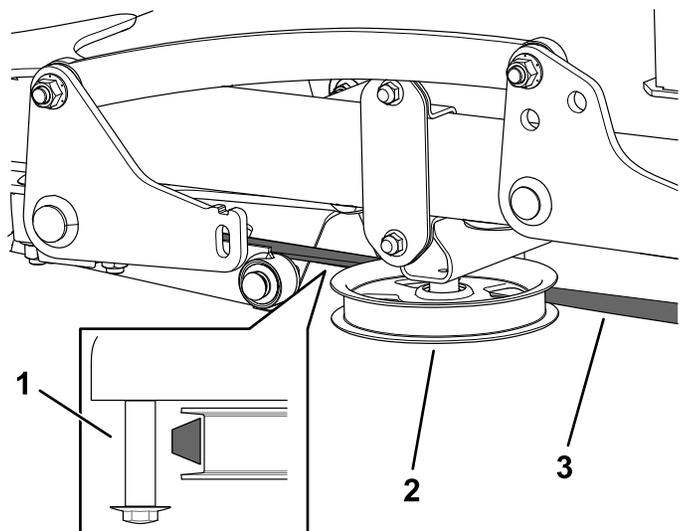

Figura 3
4. Enrute la correa hasta la polea tensora (Figura 3).
**Importante:** Asegúrese de que el lado más ancho de la correa está en contacto con la polea, como se muestra en la Figura 3. Utilice el perno de cuello largo como guía para la correa.